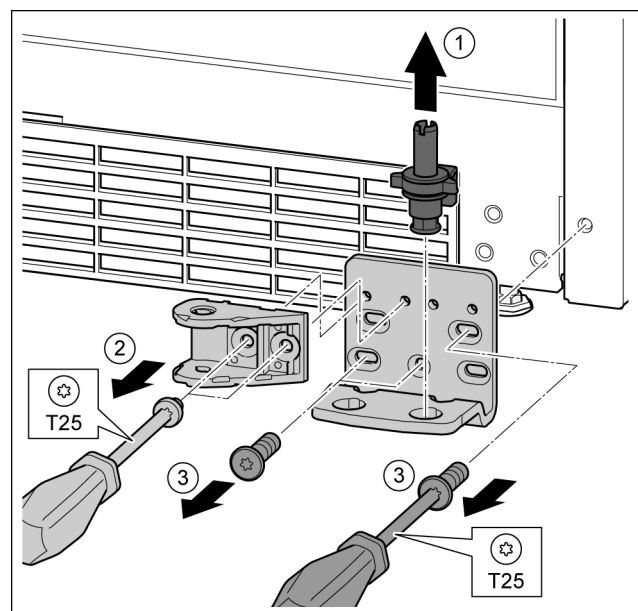

Fig. 30
- ▶ Извадете изцяло нагоре лагерния болт. Fig. 30 (1)
- ▶ Отвийте винтовете с отвертка T25 и свалете съединението на затварящия демпер. Fig. 30 (2)
- ▶ Отвийте винтовете с отвертка T25 и свалете лагерната стойка. Fig. 30 (3)